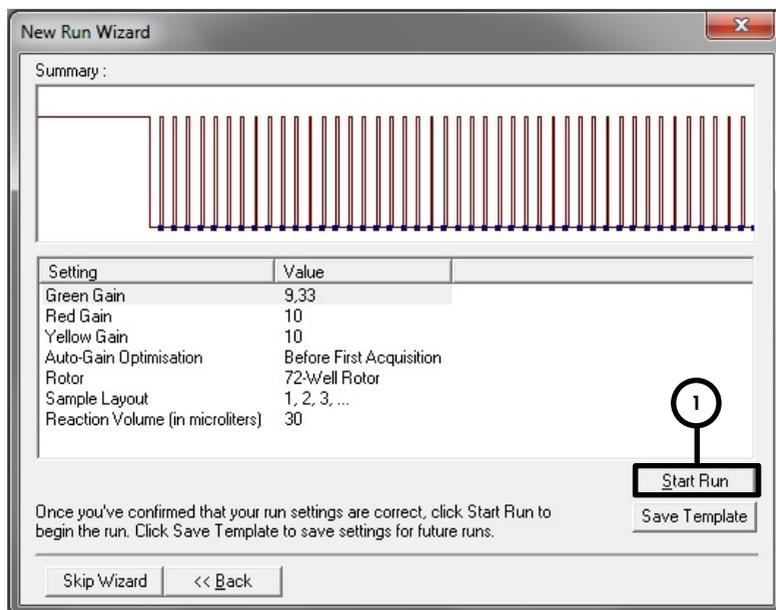

Figura 8. Avvio del processo.
| Avvio del processo | Figura 8 |
11. I valori del guadagno determinati con la calibrazione dei canali vengono salvati automaticamente e sono elencati nell'ultima finestra del menu della procedura di programmazione (Figura 8). Fare clic su **Start Run** (Avvia processo).